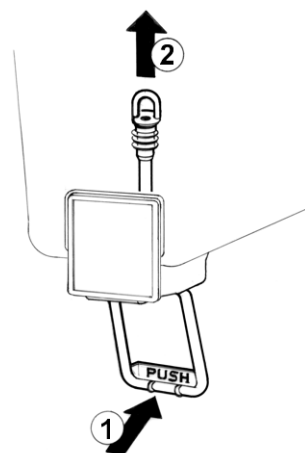

Bild 3
des Behälters lösen (2) (Bild 3).